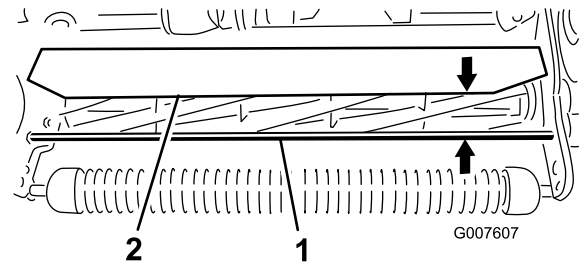

图58
1. 分别测出前支撑杆顶部到滚刀组两端的护罩前唇的距离（图58）。